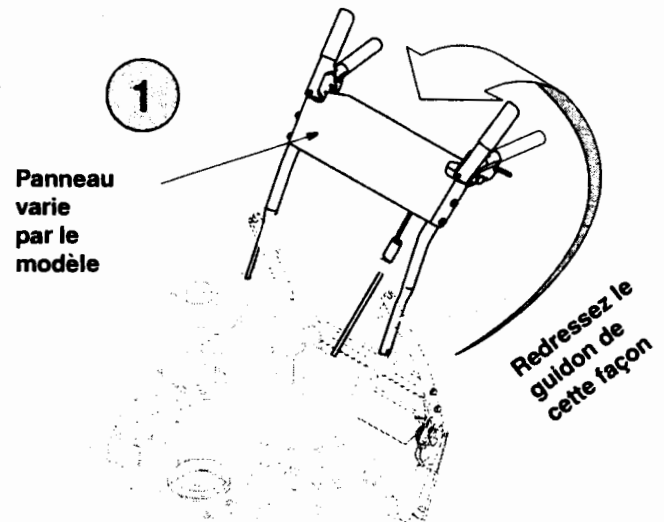

Figure 1
1. Vérifiez que tous les câbles sont enfoncés dans les rainures des galets de guidage qui se trouvent à l'arrière de la souffeuse, avant de relever le guidon supérieur jusqu'à ce qu'il s'emboîte sur le guidon inférieur. Voir la Figure 1.
3. Serrez les deux boutons pour bien maintenir le guidon supérieur sur le guidon inférieur. Voir la Figure 1.